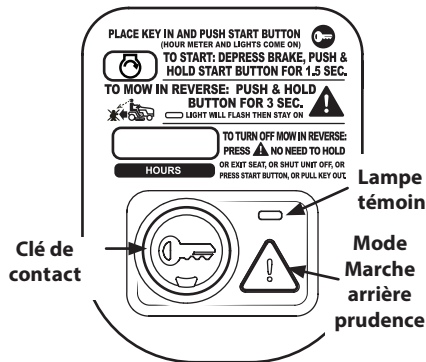

Figure 3-3
2. Appuyez sur le bouton «Reverse – Caution Mode» (Marche arrière – Prudence) ⚠ et gardez-le enfoncé pendant 3 secondes. La lampe témoin clignote pendant 3 secondes et reste allumée lorsque le mode «Reverse – Caution Mode» (Marche arrière – Prudence) ☛☛☛ est activé. Voir la Figure 3-3.
3. Le témoin lumineux situé au-dessus du bouton «Reverse – Caution Mode» (Marche arrière – Prudence) ⚠ sera activé pendant l'activation. Voir la Figure 3-3.
6. Le mode « Reverse Caution Mode » (B) ☛☛☛ (Marche arrière) reste embrayé jusqu'à ce que:
2. Pour vous déplacer en MARCHÉ AVANT, appuyez lentement sur la pédale d'accélérateur (a) jusqu'à l'obtention de la vitesse désirée. Voir la Figure 3-3.